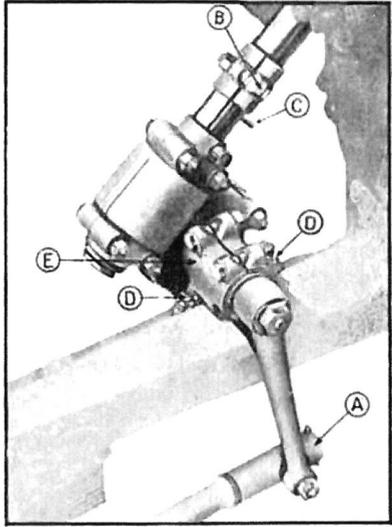

Fig. 246. — Direction sur châssis.
- 5—Desserrer le boulon du collier du tube de direction sur la vis du boîtier ; remonter le collier sur le tube et chasser la goupille cylindrique traversant le tube et la vis du boîtier (fig. 246).